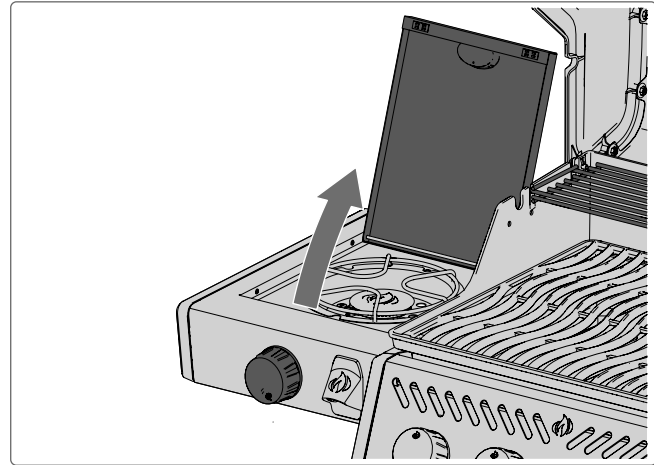

Fig. 9
1. Åpne brennerdekselet (**Fig. 9**).